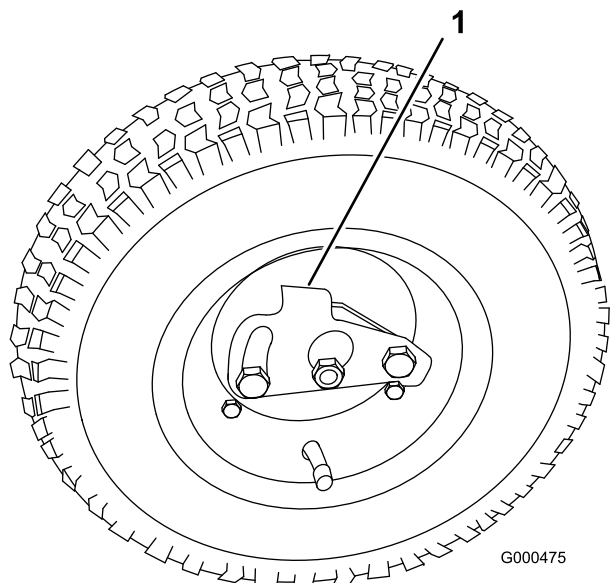

図 16
2. 車輪についているロッククリップが車軸に掛かるようにして車輪を六角シャフトに通す図 16。